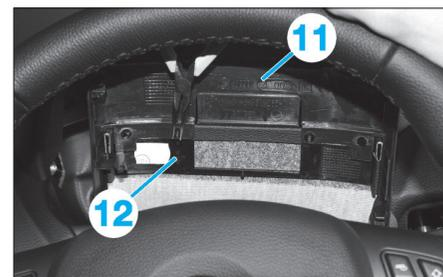

Fig. 7
- Basculer l'habillage supérieur (11) de la colonne de direction vers l'avant (Fig.7).
- A l'aide d'une pince, dégrafer le couvre joint (12) et déposer l'habillage supérieur de la colonne de direction.